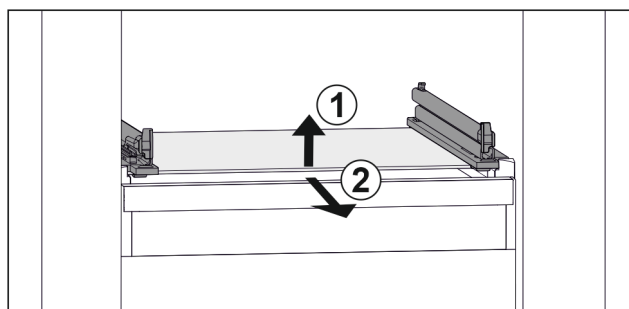

Fig. 111 Simbolična slika steklene plošče
- ▶ Stekleno ploščo dvignite v smeri naprej. Fig. 111 (1)
- ▶ Stekleno ploščo odstranite v smeri naprej. Fig. 111 (2)